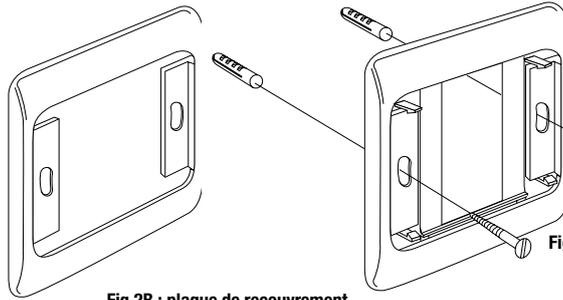

Fig.2B : plaque de recouvrement
- Encliquez la plaque de recouvrement sur le châssis (fig.2B).